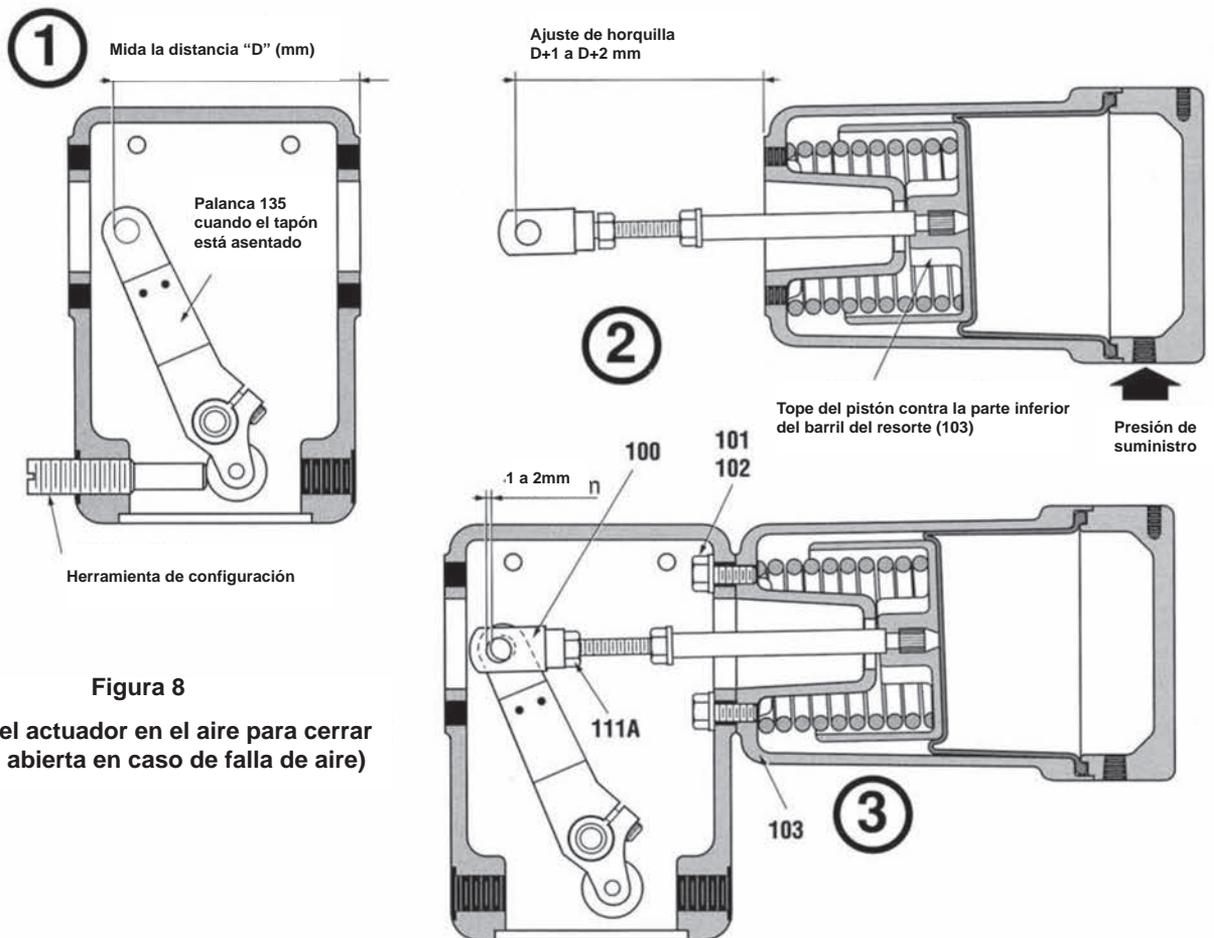

Figura 8
B. Válvula abierta por falla de aire (aire para cerrar) (Figura 8)
- a. Cuando la palanca haya alcanzado la posición correspondiente a la estanqueidad requerida, mida la distancia "D" desde la superficie de contacto del barril del resorte en el yugo hasta el comienzo del orificio para el pasador de la horquilla en la palanca (135).
- b. Suministre aire al actuador para que el vástago del actuador se mueva completamente. Ajuste la horquilla (100) de modo que la distancia desde el comienzo del orificio para el pasador de la horquilla hasta la superficie de contacto para el yugo sea de 1 a 2 mm mayor que la distancia "D" medida previamente.
- c. Retire la manivela o la herramienta de ajuste y asegure el barril del resorte con los tornillos (101) y las arandelas (102).
2. Mueva el actuador a una posición intermedia, alinee la palanca y los orificios de la horquilla, inserte el pasador de la horquilla (124) y ajuste los clips del pasador de la horquilla (122).
4. Presione la palanca (135) contra el cojinete del eje (125) y apriete el tornillo de cierre de la palanca (137).
5. Asegure el indicador (154), atomille la manivela (141) si es necesario e instale la arandela (139) y el anillo truarc (138). Bloquee la manivela en posición neutral. Instale las tapas restantes (118, 121, 130 y 133).